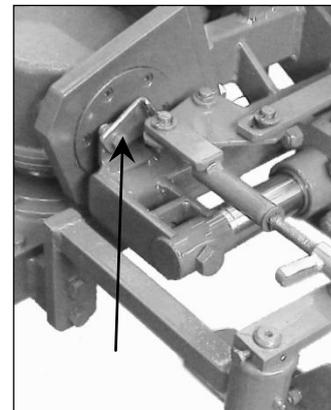

Fig. 7
2. Premere il tastatore e ruotare il dispositivo di bloccaggio come indicato in fig. 7.